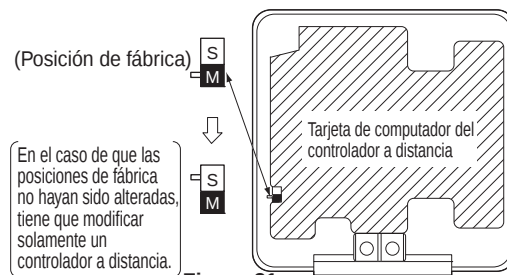

Figura 31
- Mueva el interruptor del CAMBIO DE PRINCIPAL/AUXILIAR en uno de los dos tableros de computador de los controladores a distancia hacia la posición "S" ("Auxiliar", por su inicial en Inglés "SUB"). (Deje el interruptor del otro controlador a distancia en la posición "M" ("Principal", por su inicial en Inglés "MAIN"). **(Vea la Figura 31)**